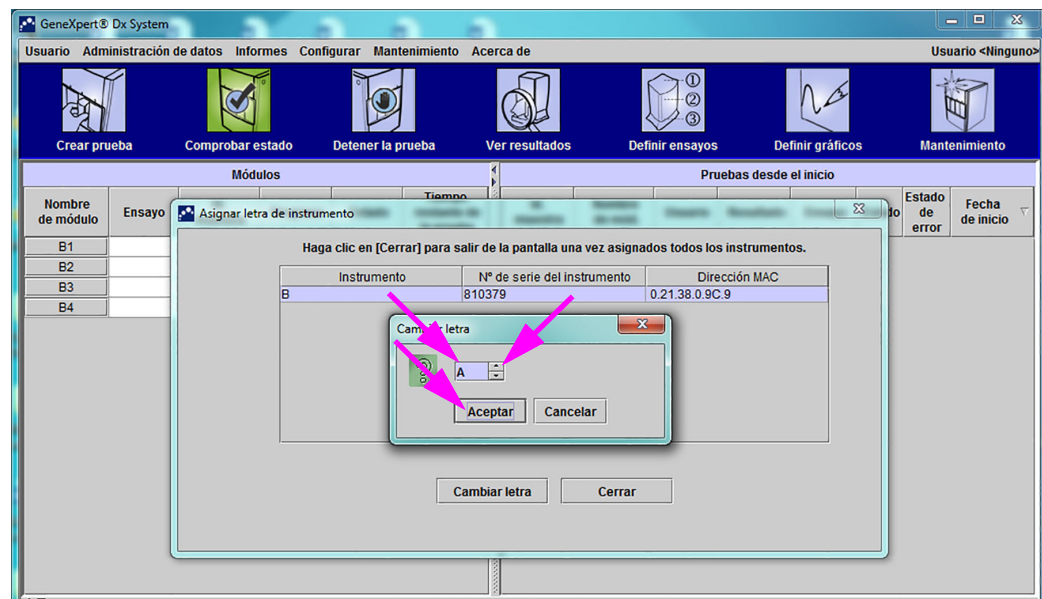

Figura 2-58. Ventana GeneXpert Dx System con el cuadro de diálogo superpuesto Cambiar letra
Aparece el cuadro de diálogo Cambiar letra, tal como se ilustra en la figura 2-58. Seleccione la letra que se asignará al módulo o módulos con las teclas de flecha arriba y abajo del cuadro de diálogo Cambiar letra.
- Después de cambiar la letra de asignación, haga clic en **Aceptar**. Consulte la figura 2-58.